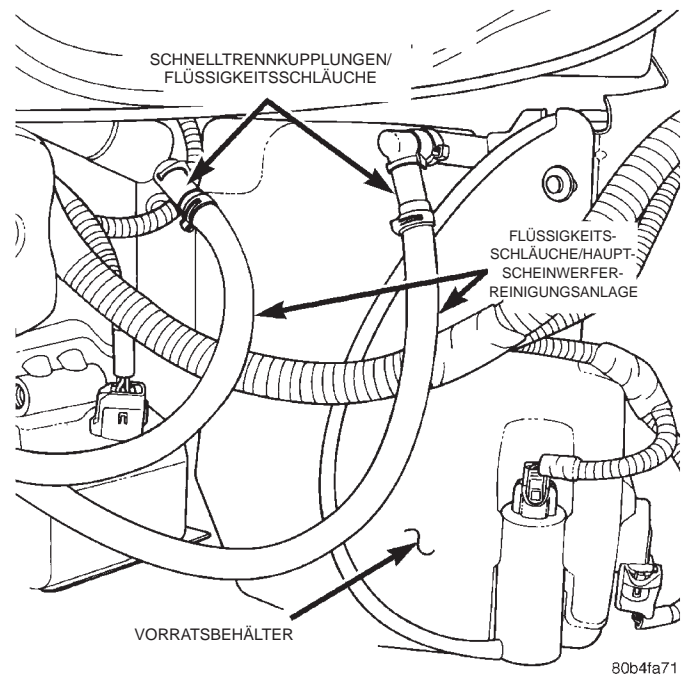
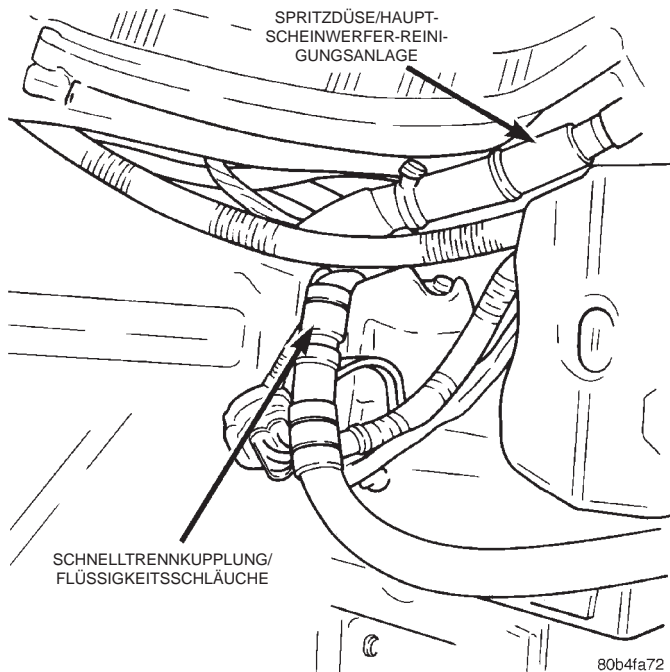

Abb. 5 Flüssigkeitsschläuche-/Hauptscheinwerfer-Reinigungsanlage (links)
Abb. 6 Flüssigkeitsschläuche-/Hauptscheinwerfer-Reinigungsanlage (rechts)
(3) Die vordere Stoßfängerverkleidung abbauen. Näheres hierzu siehe Kapitel 23, "Karosserie".
(4) Flüssigkeitsschläuche von den Schnelltrennkupplungen abbauen (Abb. 5) und (Abb. 6).
- (1) Flüssigkeitsschläuche am Kühlerabschlussblech anbringen.
- (2) Flüssigkeitsschläuche an den Schnelltrennkupplungen anschließen (Abb. 5) und (Abb. 6).
- (3) Die vordere Stoßfängerverkleidung wieder anbauen. Näheres hierzu siehe Kapitel 23, "Karosserie".
- (4) Fahrzeug auf den Boden ablassen.
- (5) Reinigungsflüssigkeit in den Vorratsbehälter einfüllen.
- (6) Batterie-Minuskabel (-) wieder am externen Batteriepol anschließen.